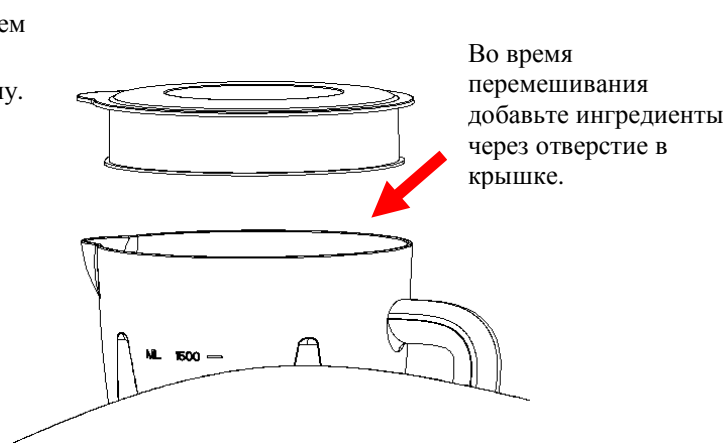

Рис. 7
7. Если нужно добавить ингредиенты в процессе перемешивания, снимите колпачок и закладывайте их через отверстие (см. Рис. 7).